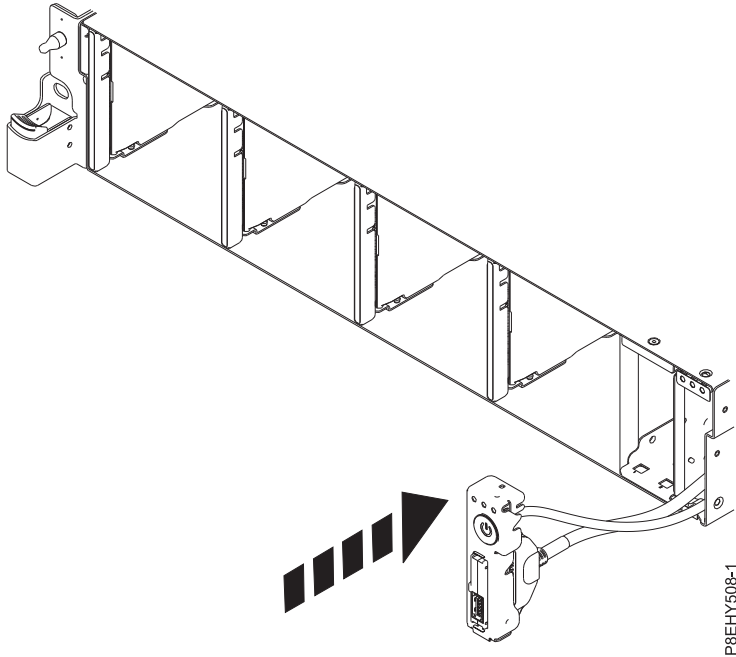

Figure 109. Remise en place de l'interrupteur d'alimentation et des câbles
4. Insérez l'interrupteur d'alimentation et les câbles dans le système. Prenez soin d'acheminer les câbles jusqu'au fond de panier système comme indiqué figure 109, à la page 94.